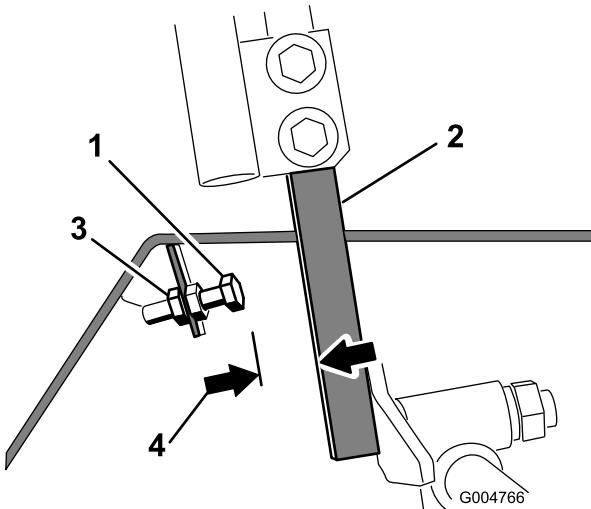

Bild 63
4. Lösen Sie für einen der Fahrantriebshebel die Klemmmutter an der Anschlagschraube (Bild 63).